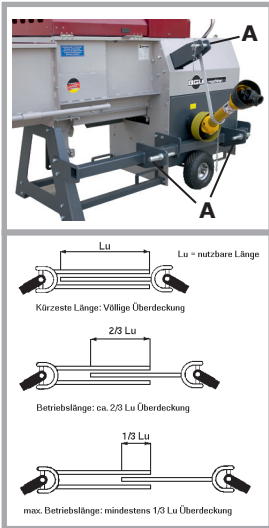

Abb. 14
Der An- und Abbau der Maschine an einen Zapfwellenantrieb erfolgt durch das Anbringen des an der Maschine befindlichen Dreipunktrahmens (A, Abb.14) an den Dreipunkt des Schleppers und das Sichern der Maschine mittels Bolzen.
Die Überlappung der Gelenkwellenprofilrohre muss mindestens  $\frac{1}{3}$  der nutzbaren Länge betragen (siehe Abb. 14 unten).
- Schutzwinkel (A, Abb. 14) unterhalb der Spaltschieberführung demontieren (2x Schraube M6 - Gabelschlüssel SW 10)